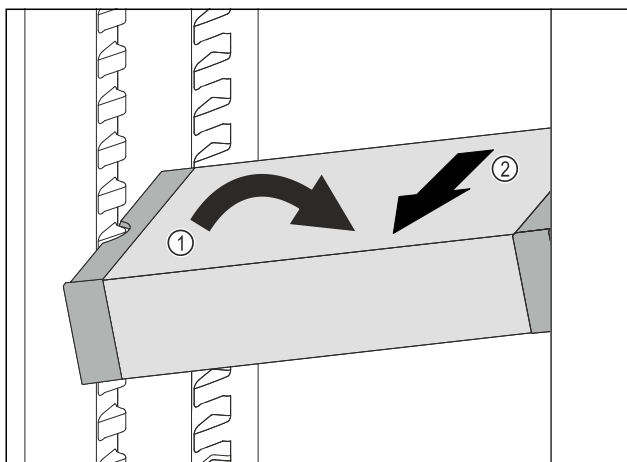

Fig. 125
- ▶ VarioSafe im Kühlteil schräg stellen. Fig. 125 (1)
- ▶ VarioSafe nach vorne entnehmen. Fig. 125 (2)